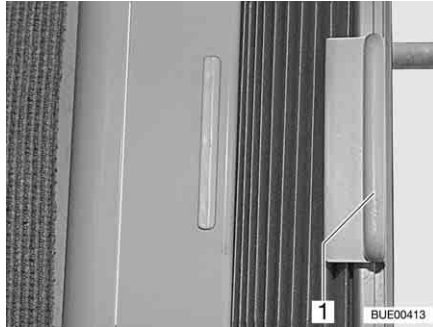

Fig. 40 Estor plegable
- Sujetar el estor plegable por el mango (Fig. 40, 1) y correr hacia la izquierda o hacia la derecha.